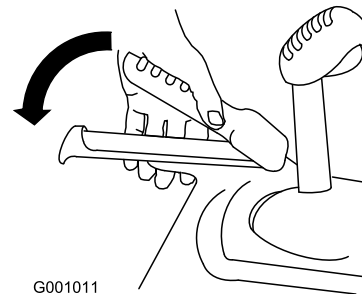

Figura 32
1. Per innestare la trazione, premete la leva sinistra (della trazione) contro l'impugnatura (Figura 32).